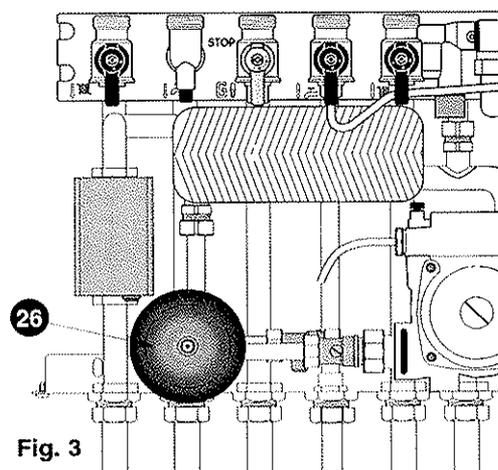

Fig. 3
- 11 - Bouchon pour mini vase d'expansion 26 anti-coup de bélier (option- Fig.3)